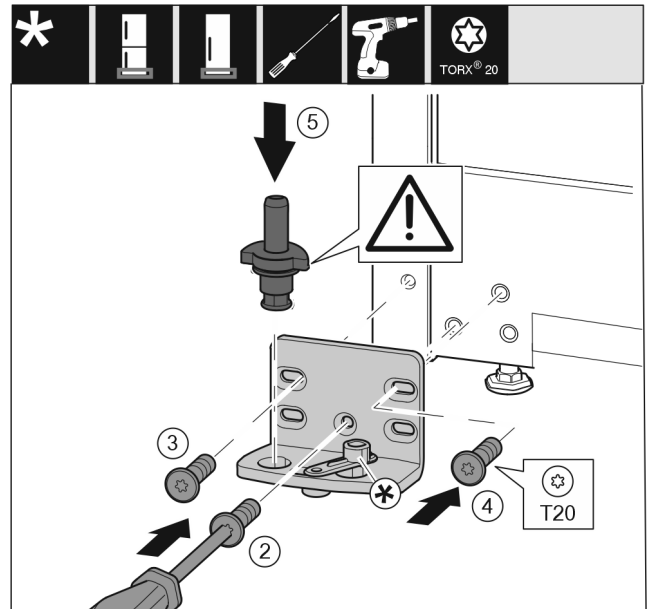

Fig. 25
- ▶ Postavite podložak ležaja na drugoj strani i zavijte pomoću odvijača T20. Započnite s vijkom 2 dolje u sredini. Fig. 25 (2)
- ▶ Pritegnite vijak 3 i 4. Fig. 25 (3,4)
- ▶ Kompletno umetnite podložak ležaja. Pri tome pazite da je ispuščenje za blokiranje okrenuto prema otraga. Fig. 25 (5)